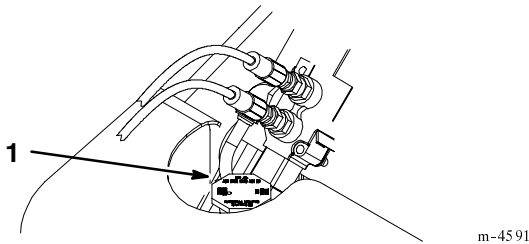

Figure 9
3. Retirer le bouchon du radiateur et contrôler le niveau de liquide de refroidissement (Fig. 9). Le liquide doit arriver jusqu'au goulot de remplissage.